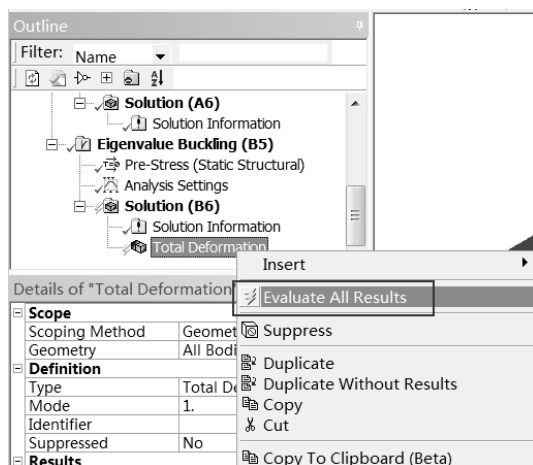

图 14-116 提取求解结果
Step2 : 在 Outline 栏中 Solution (A6) 的 Total Deformation 选项上右击，从弹出的快捷菜单中选择 Evaluate All Results 显示结果，如图 14-116 所示。